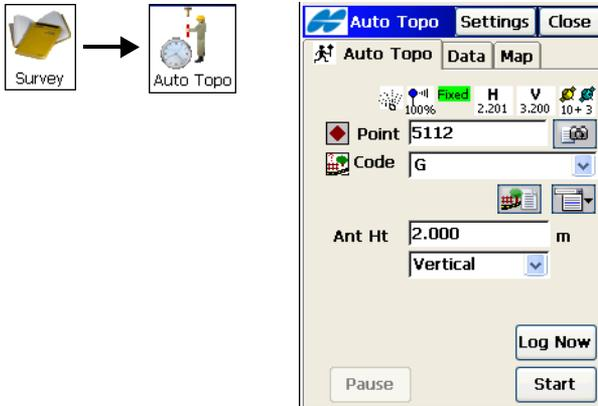

Abbildung 8-25. AutoTopo
1. Tippen Sie auf **Aufnahme ▶ AutoTopo**. Geben Sie im Fenster *AutoTopo* den Punktnamen und gegebenenfalls den Code ein. Wählen Sie die Antennenhöhe sowie den Messtyp (Abbildung 8-25).